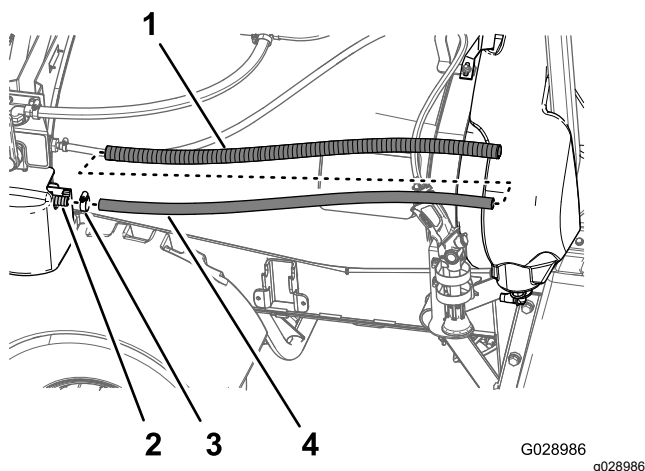
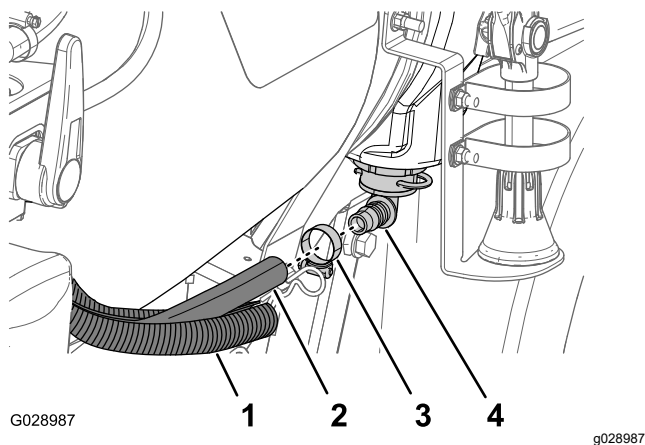

Figure 49
Figure 50
1. Branchez un flexible (1,9 x 114 cm) au raccord droit cannelé sur le côté avant de la pompe de rinçage de la cuve (Figure 49).
2. Fixez le flexible au raccord au moyen d'un collier (Figure 49).
3. Glissez le conduit de flexible sur le flexible, en laissant exposé environ 30 cm de l'extrémité libre (Figure 49 et Figure 50).
4. Branchez l'extrémité libre du flexible au raccord à 90° cannelé situé au bas du réservoir de rinçage (Figure 50).
5. Fixez le flexible sur le raccord avec un collier et finissez d'enrouler l'extrémité du flexible avec le conduit (Figure 50).